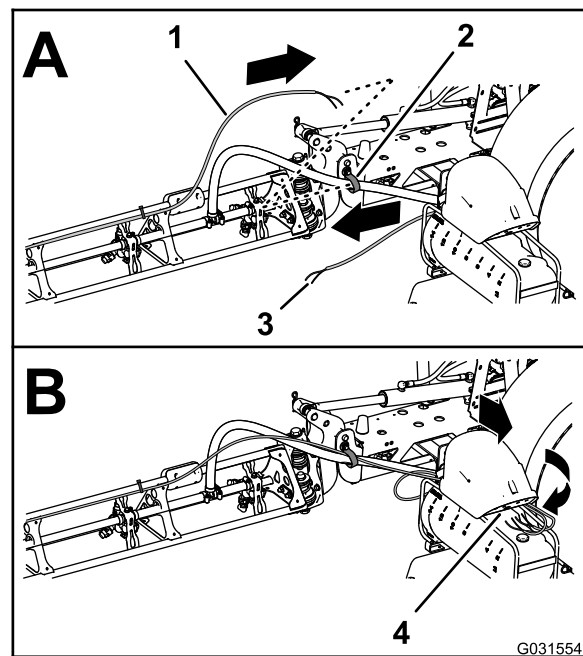

Bild 212
1. Verlegen Sie die Schläuche für die Schaumdüsen am linken und rechten Auslegerabschnitt nach hinten durch die R-Klemme in der Nähe des Drehpunkts für den Auslegerabschnitt (Bild 212).
2. Verlegen Sie die Schläuche nach vorne entlang der Innenseite des Kompressors für den Behälter (Bild 212).